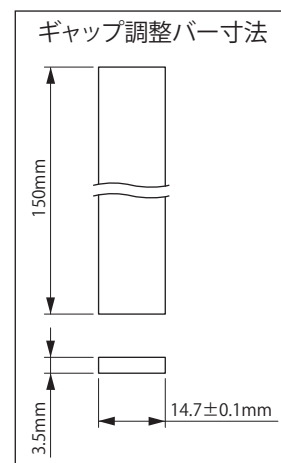

図 8-37
- (3) アウターディスク⑭とセンターリング①の間から、ギャップ調整バー (お客様で角板をご準備ください。図 8-37 参照) をギャップ調整ネジ②の溝に差し込んでください。